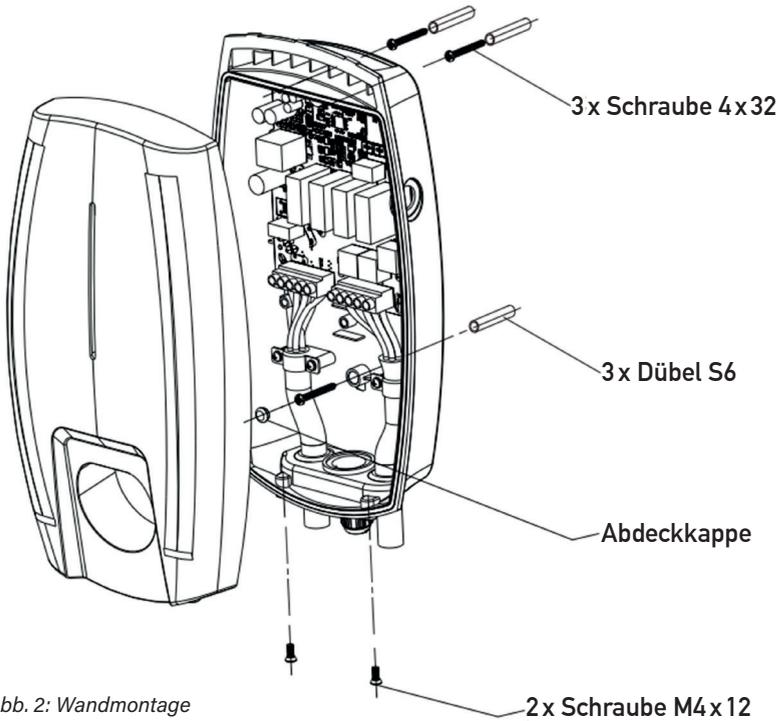

Abb. 2: Wandmontage
- Schrauben Sie in die oberen Löcher zwei 4x32 Schrauben in die Dübel und lassen Sie 5 mm Abstand zwischen Schraubenkopf und Wand (s. Abb. 2)